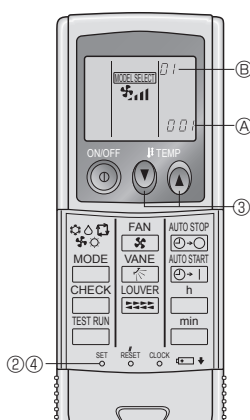

Fig. 6-3
2) Автоматическая настройка скорости вентилятора (Fig. 6-3)